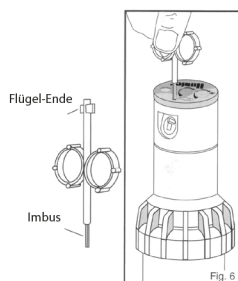

Fig. 6
- Stahlimbus des Einstellschlüssels in die Öffnung „Düsenfixierung“ führen. - Abbildung 6 -